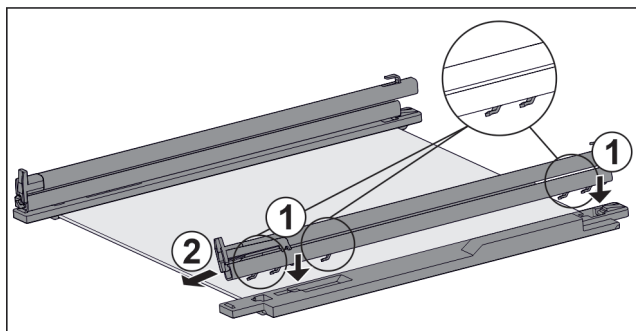

Fig. 101 Tablette en verre avec rails et pièces de retenue
- ▶ Placer les crochets du rail sur les ouvertures de la pièce de retenue de **gauche**. Fig. 101 (1)
- ▶ Tirer le rail vers l'avant. Fig. 101 (2)
- ▶ Placer les crochets du rail sur les ouvertures de la pièce de retenue de **droite**. Fig. 101 (1)